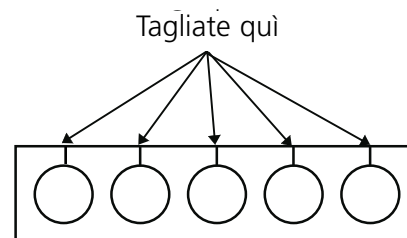

Figura 3-5
5. I distanziatori devono essere tagliati da una parte con un paio di forbici, prima dell'installazione. Consultate la Figura 3-5 per le superficie da tagliare corrette.